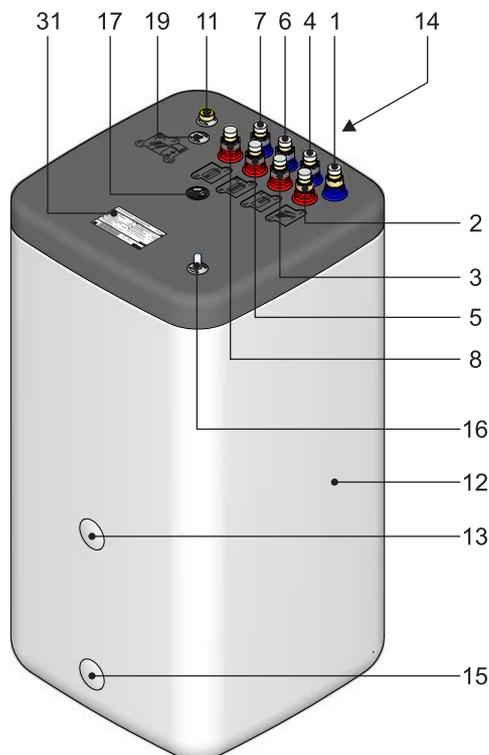
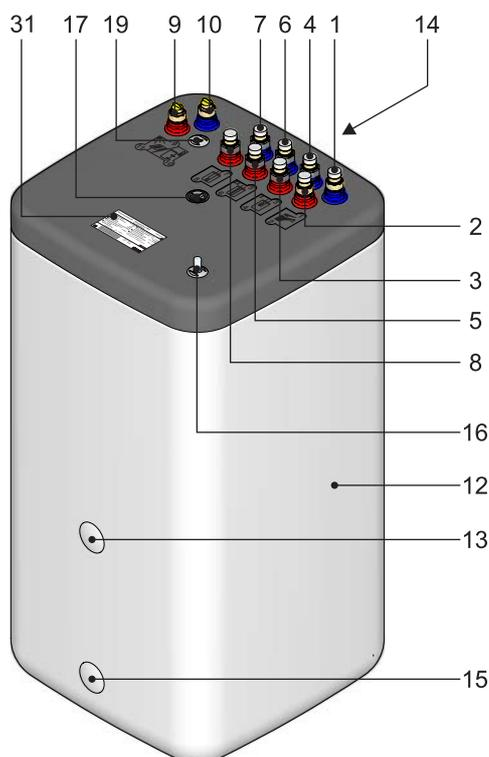
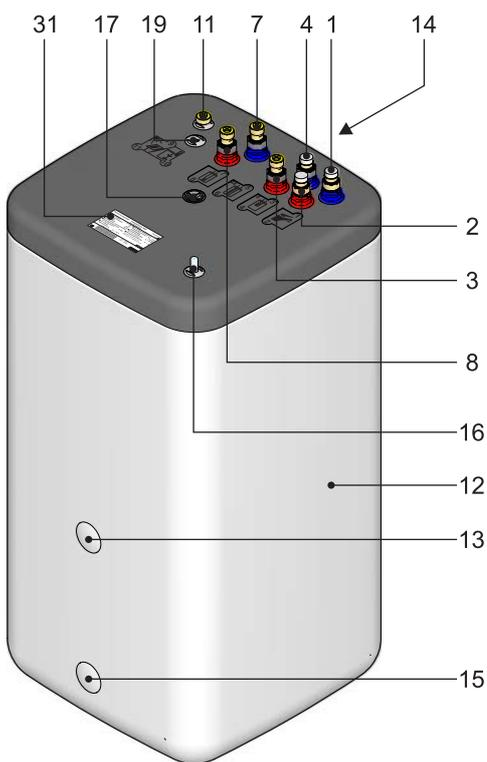
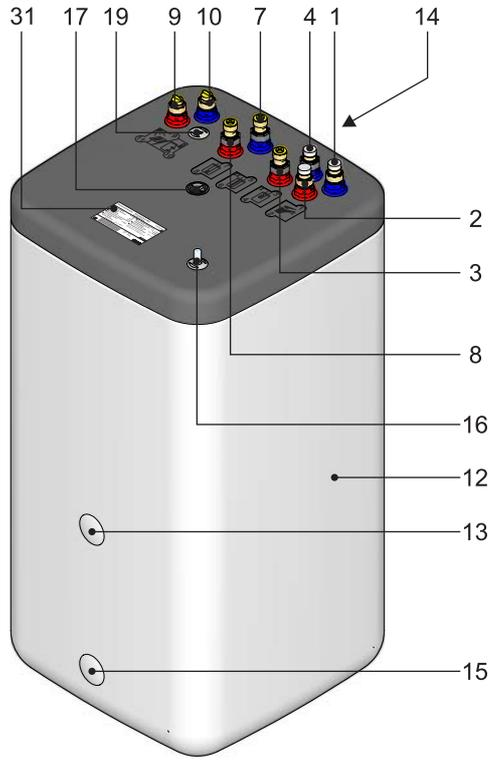

Fig. 4-4 Collegamenti esterni bollitore ad accumulo (rappresentato sul tipo SCS 538/16/16-DB )
Fig. 4-5 Collegamenti esterni bollitore ad accumulo (rappresentato sul tipo SCS 538/16/16-P )
Fig. 4-6 Collegamenti esterni bollitore ad accumulo (rappresentato su HYC 544/32/0-DB  $p=0$ )
Fig. 4-7 Collegamenti esterni bollitore ad accumulo (rappresentato su HYC 544/32/0-P  $+p$ )
Se sullo **scambiatore di calore** per la caricamento del bollitore **Drucksolar** (fig. 4-5 / fig. 4-7, pos. 8+9) viene collegato un **riscaldatore esterno** (es. impianto solare a pressione, caldaia a legna), è possibile che il Sanicube / HybridCube ROTEX venga danneggiato o subisca danni irreparabili a causa di una temperatura di mandata eccessiva.
- Ricavare posizione e dimensioni dei collegamenti dalla fig. 4-4 - fig. 4-7.
Tab. 4-1 Legenda per fig. 4-4 / fig. 4-5
Tab. 4-2 Legenda per fig. 4-6 / fig. 4-7
- Collegare il tubo flessibile di scarico al raccordo del troppopieno di sicurezza (fig. 4-4 - fig. 4-7, pos. 14) sul bollitore ad accumulo.
- Collegare l'alimentazione dell'acqua fredda al bollitore ad accumulo (fig. 4-4 - fig. 4-7, pos. 1).
- Stabilire i collegamenti alla rete di distribuzione dell'acqua calda (fig. 4-4 - fig. 4-7, pos. 2).
- Sanicube:** con il collegamento lato riscaldamento del bollitore ad accumulo, è imprescindibile assicurare un adeguato sfiato delle tubazioni di carica del bollitore (ad es. impiegando sfiati automatici sui collegamenti pos. 3 - 6, fig. 4-4 / fig. 4-5).